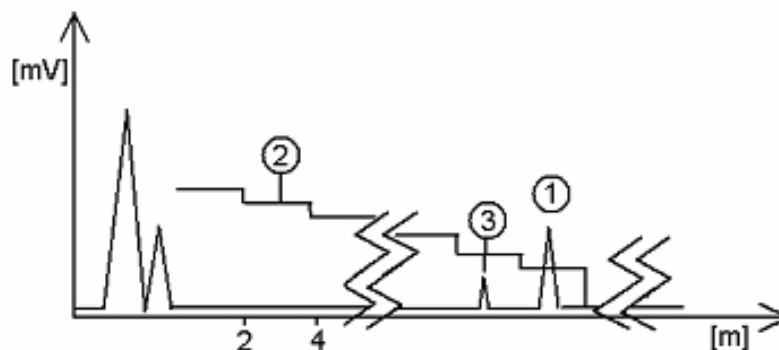

Рисунок 15 – Автоматическое регулирование коэффициента усиления
Уровень продукта в резервуаре понизился. Сигналы отражения уровня (1) и паразитный сигнал (3) стали более слабыми (амплитуда уменьшилась). Паразитные сигналы ниже порогового значения (2) 50 мВ, см. рисунок 15.